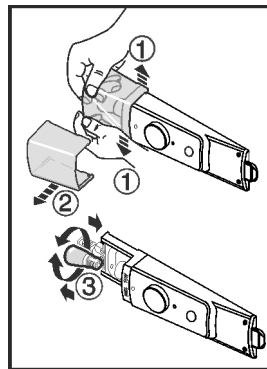

Fig. 11
- ▶ Odstępnąć żarówkę, jak pokazane jest to na rysunku, wewnątrz, w przedniej części rozepchnąć Fig. 11 (1) i zdjąć ją w bok Fig. 11 (2).
- ▶ Wymienić żarówkę. Fig. 11 (3)